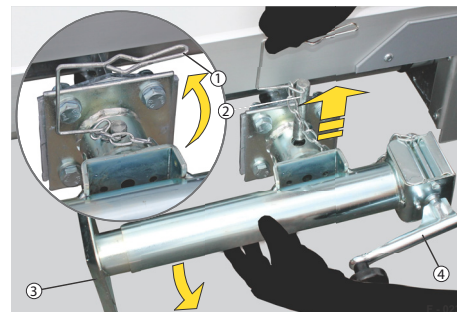

Abb. 36 Entsichern / Herunterstellen
- ▶ Bügelsicherung (Abb. 36/1) aus dem Steckbolzen drücken.
- ▶ Steckbolzen (Abb. 36/2) herausziehen.
- ▶ Stellfuß (Abb. 36/3) herunterkurbeln.